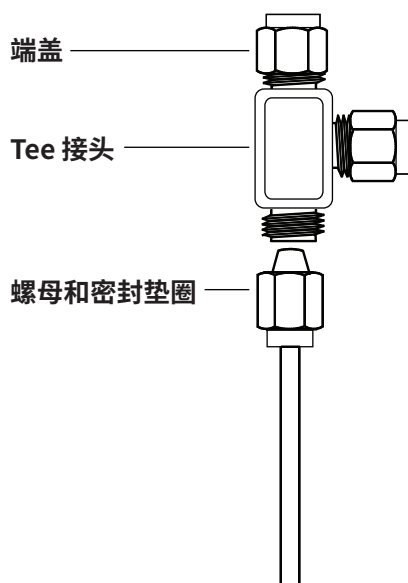

图 19. Swagelok Tee
- 1 在要安装 Tee 的位置切割管线。使用 Swagelok（接头套管）接头连接管线和 Tee。请参见图 19。